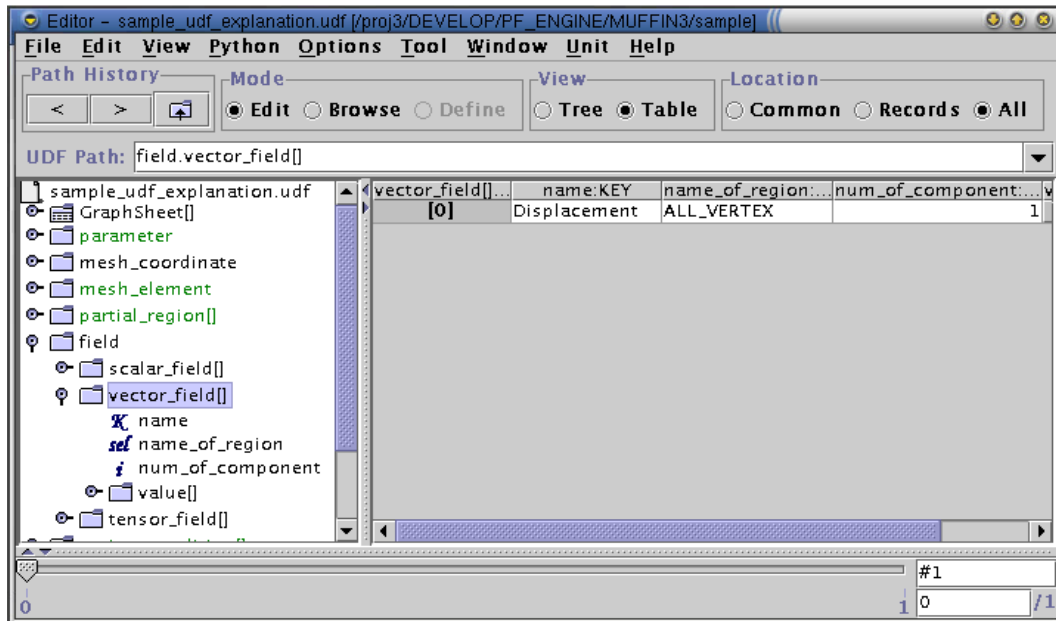

図 3.15: ベクトル場データ - 場の名前・領域名 - (UDF 解説)
- `name` : ... ベクトル場の名前。図 3.15 参照。